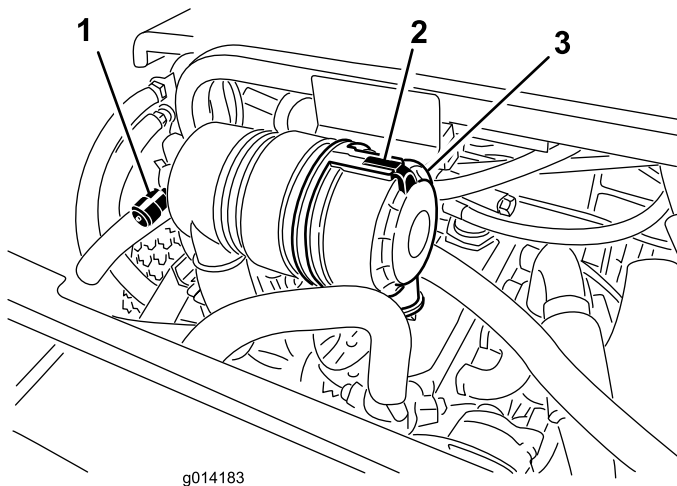

Figura 25
Faça a manutenção ao filtro de ar apenas quando o indicador de manutenção (Figura 25) o exigir. Mudar o filtro de ar antes de ser necessário apenas aumenta a possibilidade de entrar sujidade no motor quando se retira o filtro.
1. Liberte o trinco que fixa a cobertura do filtro de ar ao respectivo corpo (Figura 25).